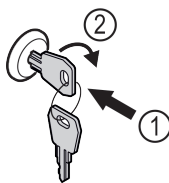

Fig. 176
- ▶ Įspauskite raktą. Fig. 176 (1)
- ▶ Pasukite raktą 90° pagal laikrodžio rodyklę. Fig. 176 (2)